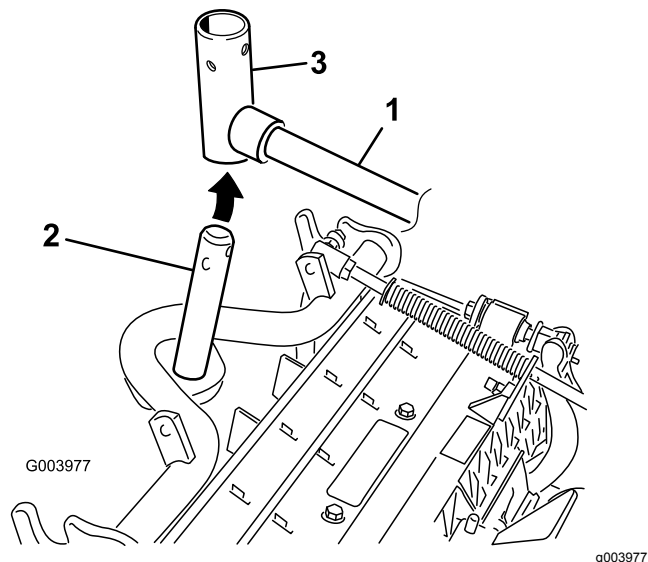

Figura 11
8. Nas unidades de corte dianteiras, faça deslizar uma unidade de corte sob o braço de elevação enquanto insere o veio da estrutura de suporte para cima para dentro da forquilha da articulação do braço de elevação (Figura 11).
- B. Insira a forquilha do braço de elevação no veio da estrutura de suporte (Figura 11).